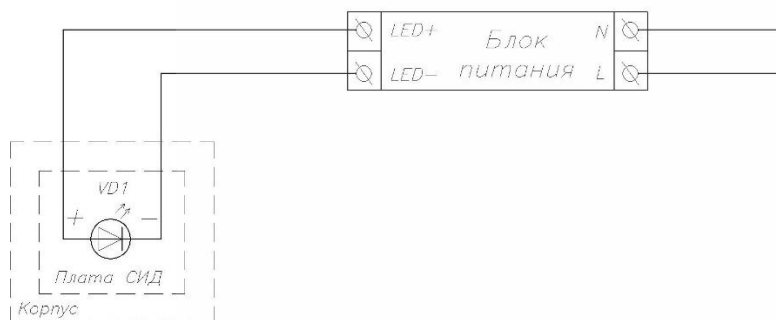

Рисунок 1 Схема электромонтажная соединений светильника «Пик».
- 5.5 Подключить проводники к блоку питания согласно электрической схеме (см. рисунок 1) с помощью соединительных клемм.